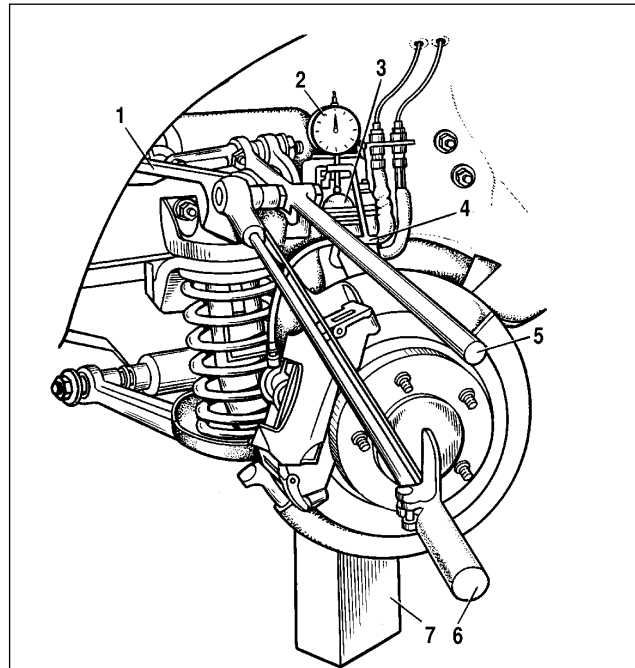

Bild 4-3. Prüfung des Spiels in oberen Kugelgelenken der Aufhängung am Fahrzeug:
- Den Halter 4 (Bild 4-3) der Meßuhrvorrichtung am oberen Ende des Achsschenkels befestigen,